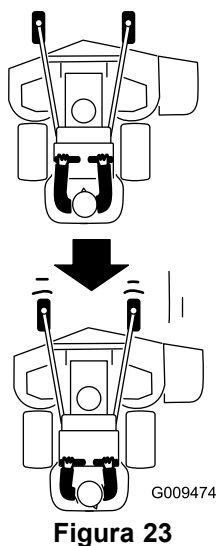

Figura 23
2. Tire lentamente de las palancas de control de movimiento hacia atrás (Figura 23).